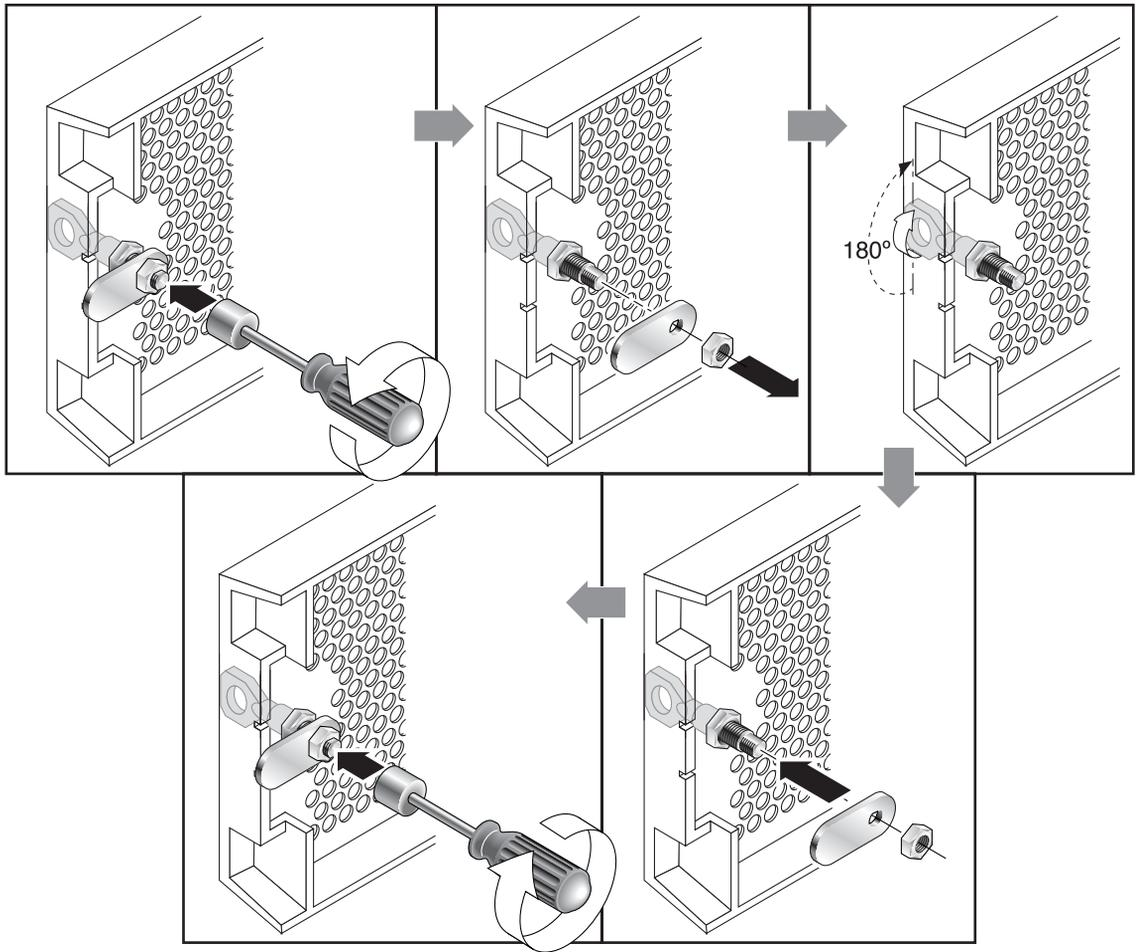

図 4-2 鍵を抜き取ることができないように前面ベゼルロックを変更するためのステップ順序
3. 鍵が回らないように保持しながら、12 mm か 3/8 インチのナットドライバを使用して、掛け金を固定しているナットを外します (図 4-2 の最初のパネルを参照)。
4. 掛け金を持ち上げて、ロック本体のねじ部から外します (図 4-2 の 2 番目のパネルを参照)。
6. 鍵を使用してロックを 180 度回転させます ( 図 4-2 の 3 番目のパネルを参照)。
7. 掛け金を、外したときと同じ向きで元の位置に戻します ( 図 4-2 の 4 番目のパネルを参照)。
8. 鍵が回らないように保持しながら、ナットドライバを使用して掛け金を固定するナットを締めます ( 図 4-2 の 5 番目のパネルを参照)。ナットをつぶさないように注意して締めてください。